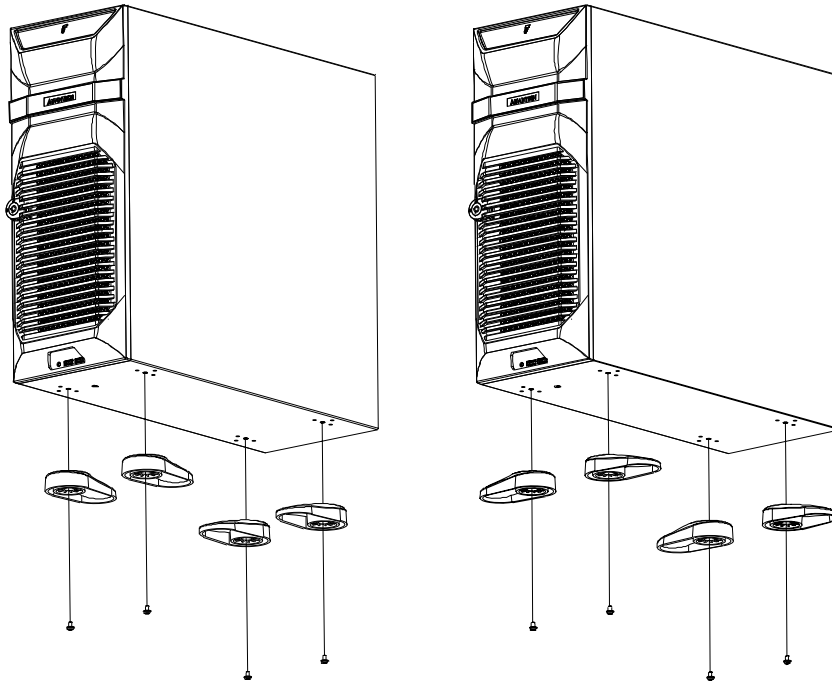

Figure 3.5: Rotating foot stand/ 旋转脚座 / 旋轉腳座
4. Remove the four screws on the failed fan unit and take out the fan. (See Figure 3.5)
4. 卸下故障风扇上的 4 个螺丝，并取出风扇（如图 3.5 所示）